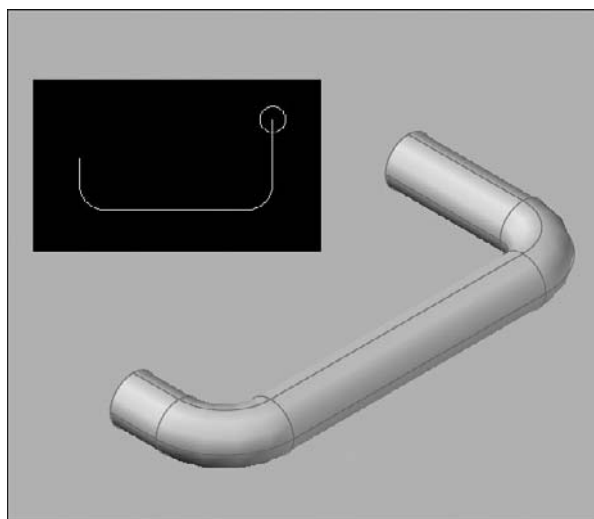

Fig.18.13
- 10 Sélectionnez la trajectoire. La poignée est réalisée (fig.18.13).